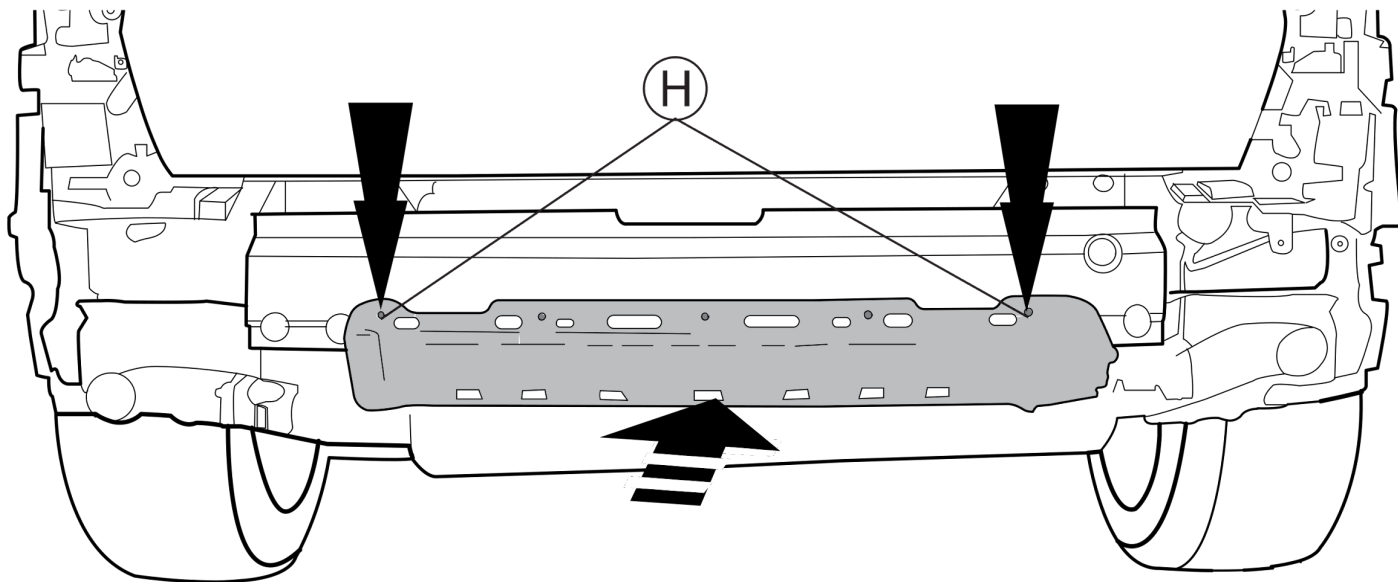

Fig. 5
9. Установить пластмассовый корпус на поперечный брус буксирного крюка в точках H. См. рисунок 5.